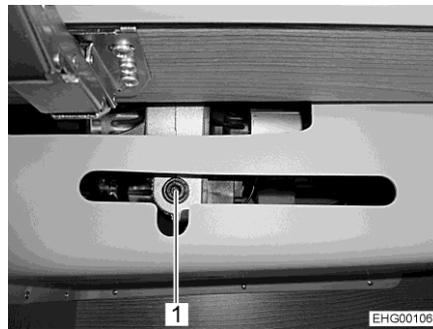
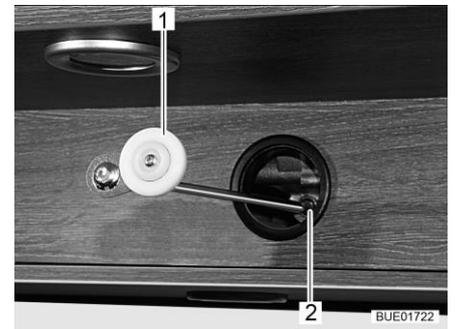

Bild 146 Zugang zum Antrieb
Bild 147 Mechanische Bedienung, Antrieb
- Wenn die Aufnahme (Bild 146,1) für den Antrieb in den Hängeschrank eingebaut ist: Hängeschrank öffnen.
- Beiliegende Kurbel (Bild 147,1) oder Innensechskantschlüssel in die Aufnahme am Motor (Bild 146,1 und Bild 147,2) stecken.